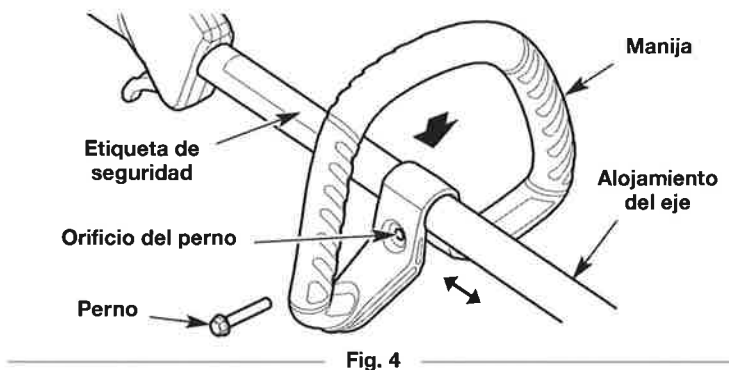

Fig. 4
1. Oprima la manija hacia abajo sobre el alojamiento del eje (Fig. 4). Asegúrese de que el orificio del perno mire hacia la derecha (Fig. 4).
2. Inserte el perno en el orificio del perno y oprímalo para que pase a través de él (Fig. 4). Ajuste el perno con un destornillador de cabeza plana, pero no lo ajuste completamente.
3. Mantenga la unidad en posición operativa (Fig. 17) y mueva la manija hasta una ubicación confortable (Fig. 4). Compruebe que la manija esté ubicada más allá del extremo de la etiqueta de seguridad (Fig. 4).
1. Afloje el perno con un destornillador de cabeza plana (Fig. 4).
2. Mantenga la unidad en posición operativa (Fig. 17) y mueva la manija hasta una ubicación confortable (Fig. 4). Compruebe que la manija esté ubicada más allá del extremo de la etiqueta de seguridad (Fig. 4).